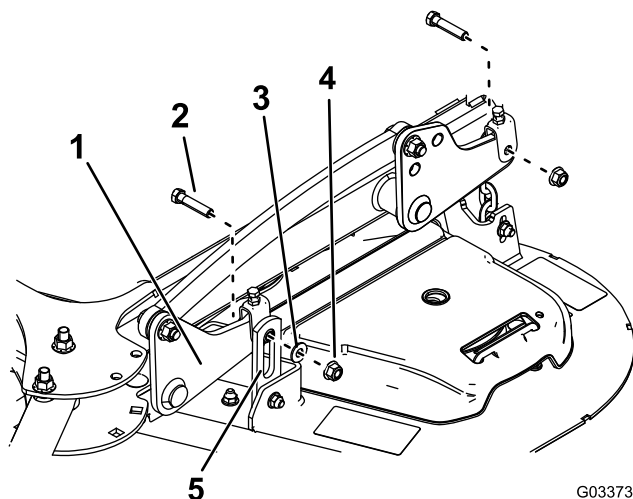
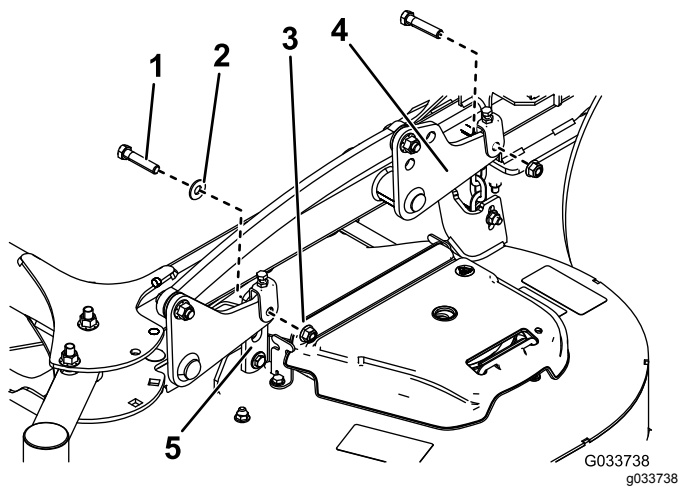

Figura 84
Figura 85
- Retire los 2 pernos, las 2 tuercas y la arandela que conectan los ganchos de la carcasa de corte con las placas de elevación para ambos lados de la carcasa de corte (Figura 84 y Figura 85).
Nota: Coloque los soportes de ganchos delanteros del exterior de los brazos de elevación delanteros para carcasas de 132 cm (52") (Figura 84). Coloque los soportes de ganchos delanteros del interior de los brazos de elevación delanteros para carcasas de 152 cm (60") (Figura 85).